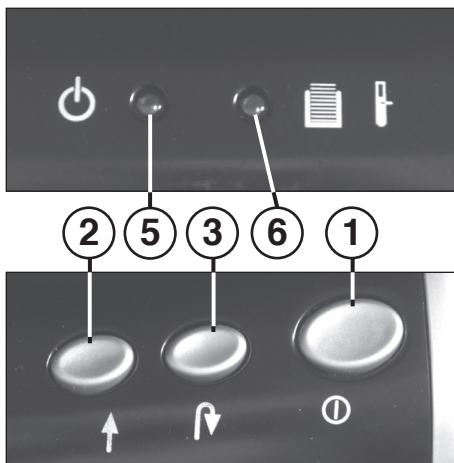

Fig. 1
- 1 = Pulsador „Disponibilidad de servicio“ (Fig. 1)
- 2 = Tecla de avance (Fig. 1)
- 3 = Tecla para atrás (Fig. 1)
- 5 = Indicador de control „Disponibilidad de servicio“ (Fig. 1)
- 6 = Indicador de control (rojo / amarillo) (Fig. 1)
Conectar la máquina mediante el pulsador (1) (Fig. 1). Se ilumina la indicacdor de control (5) (Fig. 1).
**¡El nivel de llenado de la bandeja recolectora (10) no se puede constatar por el sistema de control para cesto lleno!**
En cuanto el recipiente recolector se haya llenado de papel, el aparato se desconectará. Se emite una señal acústica. El indicador de control (6) (Fig. 1) se enciende (rojo).
- Extraiga el recipiente recolector (9) con bandeja recolectora (10) de la parte inferior de la carcasa.
- La señal acústica deja de sonar. El indicador de control (6) (Fig. 1) se apaga.
En el caso de que el motor se sobrecargue, este se desconecta. El indicador de control (6) (Fig. 1) se enciende (amarillo). Desconecte el aparato mediante el pulsador (1) (fig. 1).